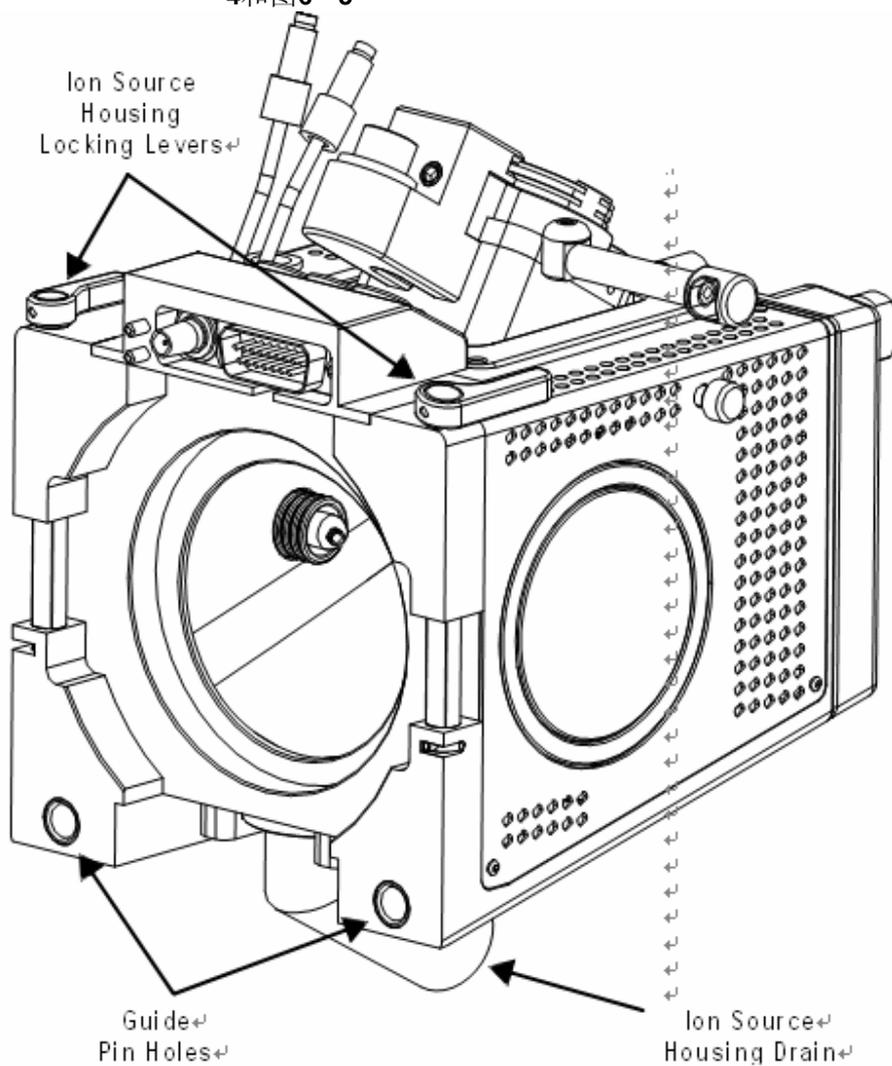

图6-4 Ion Max离子源室后部示意图
1. 小心地将离子源室后边的定位销孔与质谱仪的离子源室后边定位销对准，小心把离子源室推入离子源室安放位置。见图6-4和图6-5